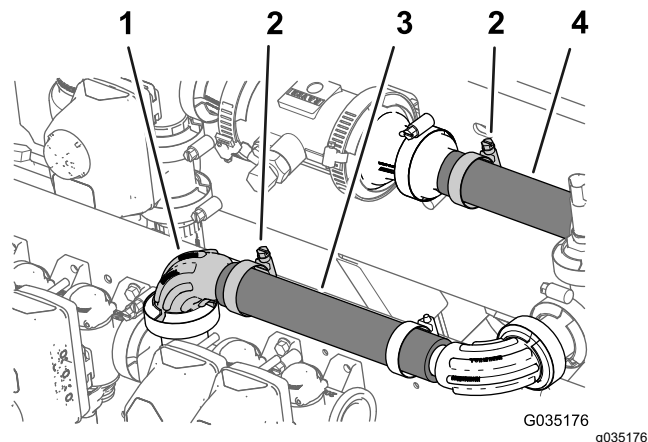

Figura 64
- Conecte la manguera (1" x 8 1/2") al conector con brida de 90° (1") como se muestra en la Figura 64.
- Sujete la manguera al conector con brida con una abrazadera (Figura 64).
- Apriete la abrazadera que sujeta la manguera (1" x 7 1/4") al conector dentado con brida (1") que ensambló en Instalación del transductor de presión en la máquina \(página 31\); consulte Figura 64.